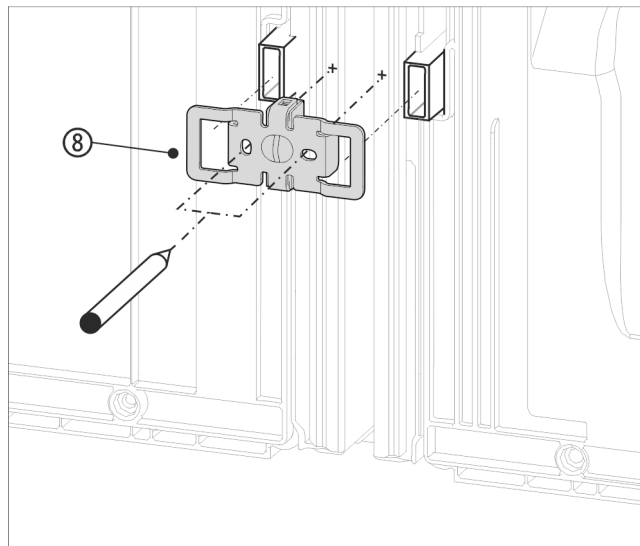

Fig. 17 Reprezentare exemplificativă
- Împingeți vinclul Fig. 17 (8) cu degajările peste locașul pentru distanțierul de perete.